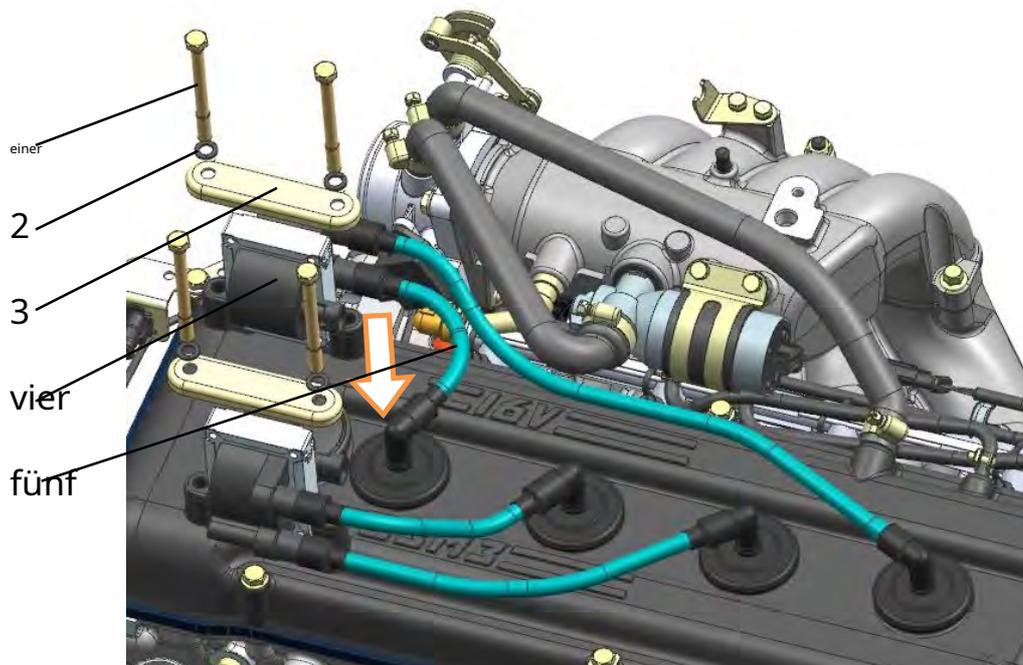

Abb. 218. Einbau von Zündspulen:
**fünfzehn.** Zündspulen 4 (Abb. 218) am Ventildeckel montieren und sichern and mit Schrauben 1 mit Streifen 3 und Federscheiben 2 trinken, Schrauben mit einem Drehmoment von 5,9 ... 8,8 N · m (0,6 ... 0,9 kgf m) anziehen.
Stecken Sie die Hochspannungsdrähte 5 in der in Abb. 218 gezeigten Reihenfolge in die Buchsen der Spulen.